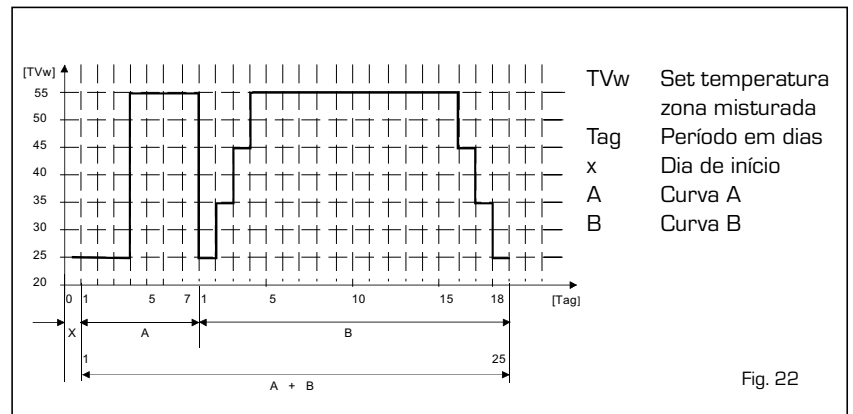

Fig. 22
4.5.3 Diagnóstico e solução BOMBA DE ALTA EFICIÊNCIA (fig. 22/b)